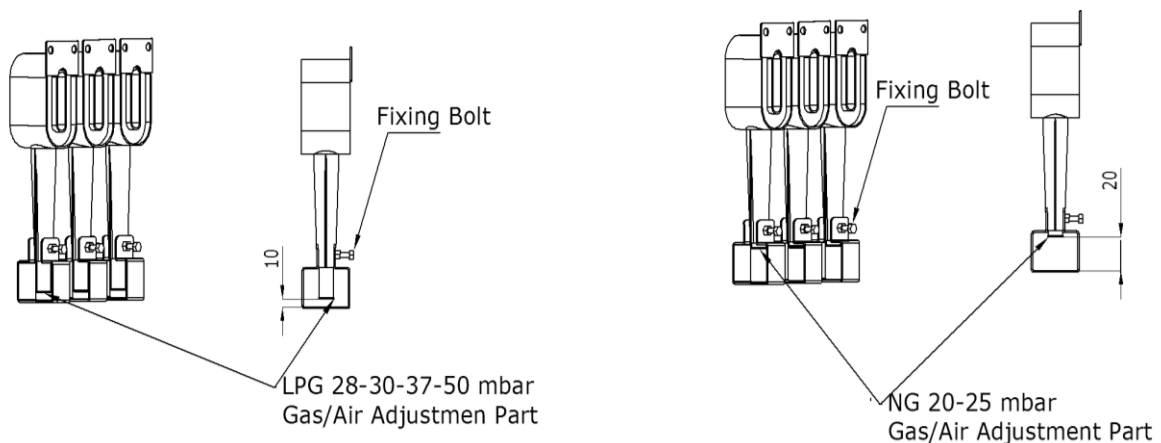

Abbildung 1
- Verwenden Sie einen geeigneten Schraubenschlüssel, um die Öffnung an der Brenndüse (3) zu öffnen.
2. Ersetzen Sie die Düse (3) durch eine für die Gasart geeignete Düse.
3. Stellen Sie die Zündflamme (1) durch Drehen der Schraubenmutter (2) ein.
- Der Spalt des Venturi-Einstellteils (Gas-/Luftrohr) sollte 10 mm für LPG-Gastyp und 20 mm für NG-Gastyp betragen. (Abb.1)